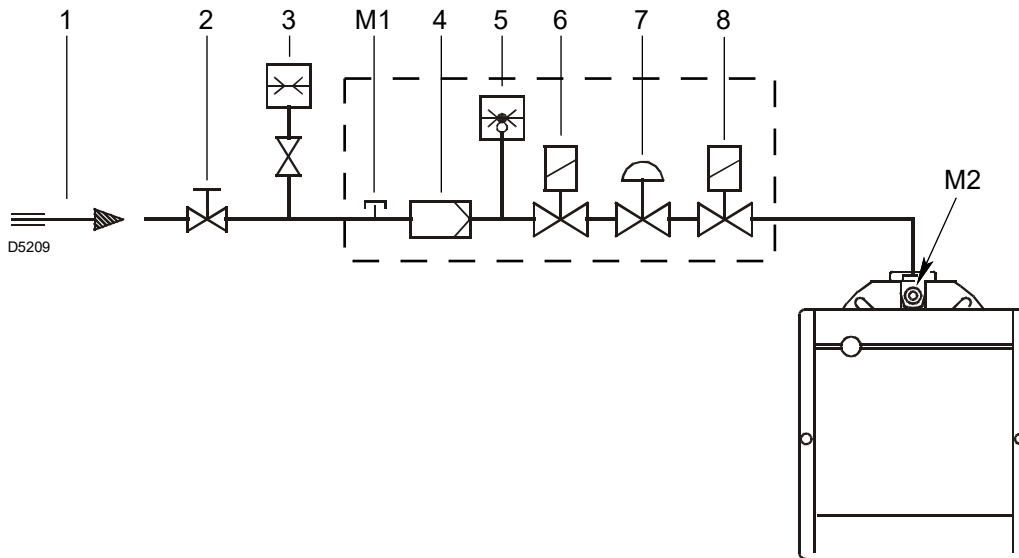

Abb. 14
Zeichenerklärung (Abb. 14)
Gasdruck, gemessen am Anschluss M2)(Abb. 14) unter folgenden Bedingungen:
- vom Gasdruck am Anschluss M2)(Abb. 14) den Druck in der Brennkammer abziehen.
Gasdruck am Anschluss M2)(Abb. 14) = 12,2 mbar
Um stattdessen den am Anschluss M2)(Abb. 14) notwendigen Gasdruck zu ermitteln, nachdem die höchste Modulationsleistung festgelegt wurde, bei der der Brenner arbeiten soll:
- Rechts, in Spalte 1, den Druck am Anschluss M2)(Abb. 14) ablesen.
Erforderlicher Druck am Anschluss M2)(Abb. 14).